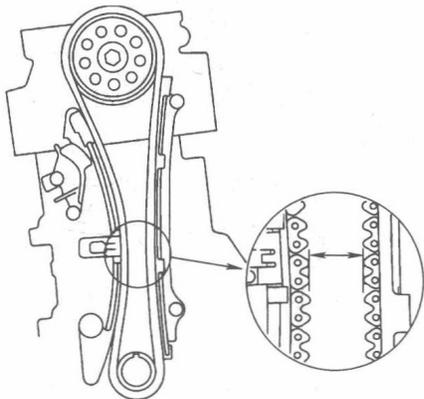

图 1-1-6
(14) 测量凸轮轴链条分离间距，如图 1-1-6 所示。如果间距小于维修极限，更换凸轮轴链条和凸轮轴链条张紧器。